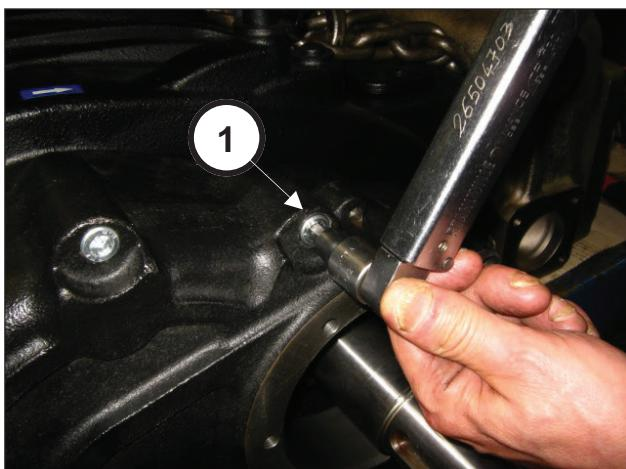

Abb. 73
Montieren Sie den Getriebedeckel (Pos. ①, Abb. 72) und befestigen Sie den Deckel anhand von 10 Schrauben M10x50 (Pos. ①, Abb. 73).